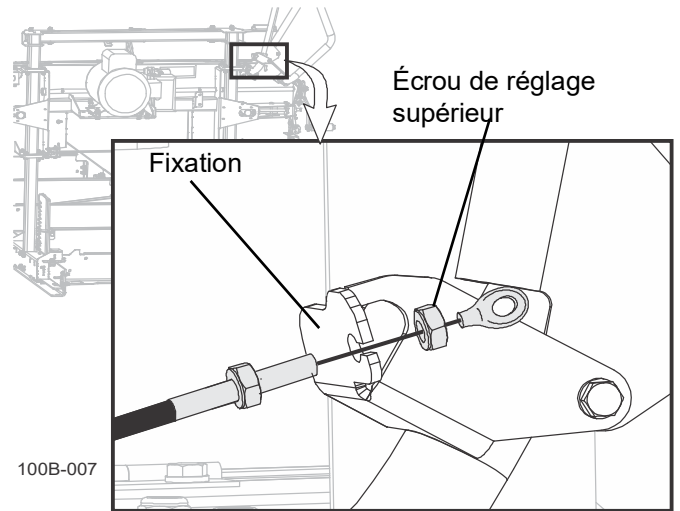

FIG. 3-26
2. Remettez l'écrou de réglage sur le raccord. (Voir FIG. 3-26 .)